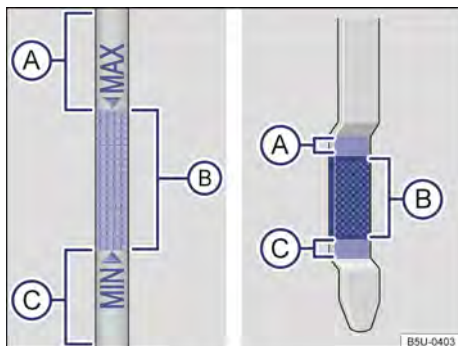

Fig. 202 Vareta de medição do óleo com marcas de nível do óleo do motor.
7. Retirar novamente a vareta de medição do óleo e ler o nível do óleo do motor na vareta de medição → Fig. 202 da seguinte maneira:
13. No final do processo de abastecimento do óleo, o nível do óleo do motor deve estar, ao menos, no meio da área → Fig. 202  **B**, mas jamais acima da área  **A** → .
- Não ligar o motor se o nível do óleo do motor estiver acima da área → Fig. 202  **A**. Procurar auxílio técnico especializado. Caso contrário, o catalisador e o motor podem ser danificados! ►
O nível do óleo do motor não deve em nenhuma hipótese ultrapassar a área → Fig. 202 . Com o nível acima dessa área, o óleo pode ser aspirado pela ventilação do cárter, sendo lançado na atmosfera pelo sistema de escape. Além disso, o óleo pode ser queimado dentro do catalisador, danificando-o.
Em caso de alta demanda do motor, o nível do óleo do motor deve estar o mais próximo possível da área → Fig. 202  – sem ultrapassar, como, por exemplo, em longas conduções em estrada durante o verão ou durante travessias de montanhas.